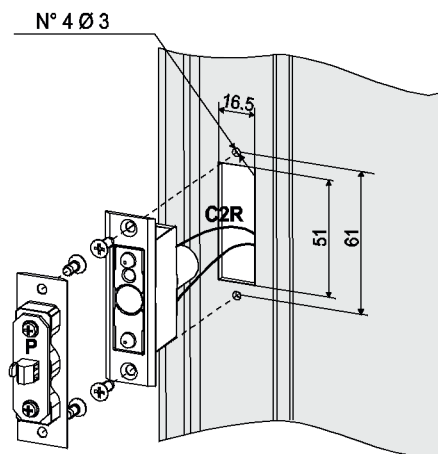

Fig. 1
1. Posizionare lo stato porta lato anta avendo cura che il cavo rosso C2R sia in alto (Fig.1).
2. Posizionare lo stato porta lato telaio avendo cura che la lettera P (polo positivo) sia in alto (Fig.1).